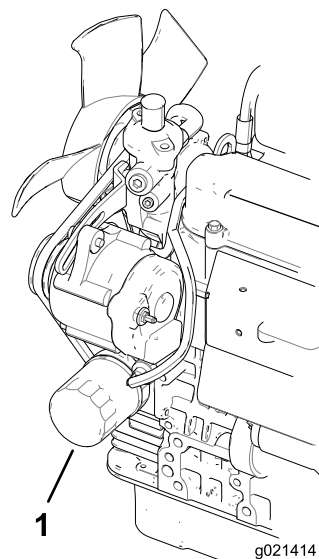

図 52
2. オイルフィルタ図 52を外す。新しいフィルタのシールに薄くエンジンオイルを塗って取り付ける。締めすぎないように注意すること。